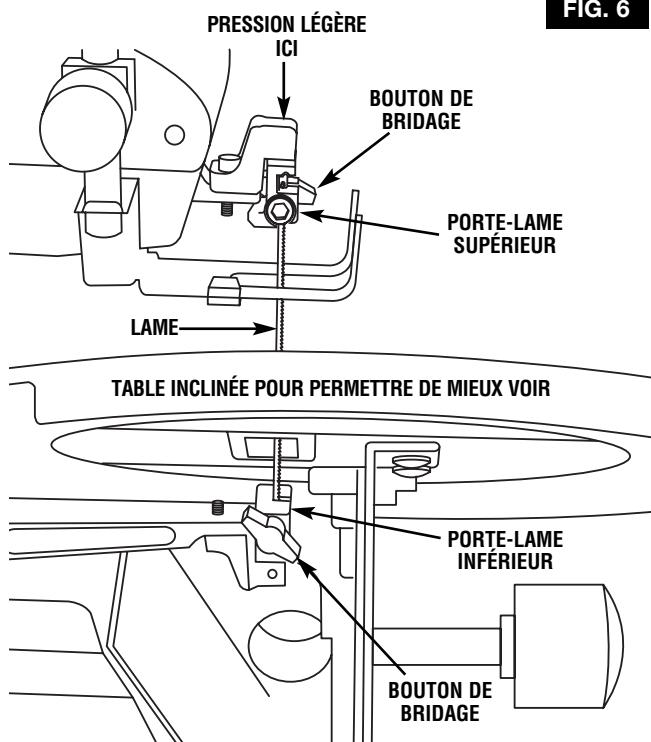

FIG. 6
REMARQUE : Pour éviter un soulèvement incontrôlable de la pièce à chantourner lors du découpage, vous devez toujours orienter vers le bas les dents de la lame utilisée dans la scie à chantourner (fig. 6).
3. Pour monter la lame, passez une de ses extrémités par le trou d'accès de la table et centrez-la dans la fente prévue à cet effet dans les porte-lames supérieur et inférieur. Pour fixer la lame, serrez fermement les boutons de bridage situés sur les porte-lames supérieur et inférieur. On peut utiliser, si on le souhaite, la clé Allen fournie pour fixer plus solidement la lame dans les porte-lames supérieur et inférieur (fig. 6).